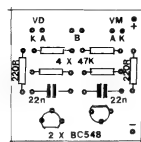

Fig. 4
- FIG. 4 - "CHAPEADO" DA MONTAGEM - Agora vista pela face não cobreada (na figura anterior, o Impresso era visto pelo lado do cobre...), a placa mostra em estilizações claras e precisas, as posições, códigos, valores e demais dados importantes, todos os principais componentes (só não estão lá, a atenção aos transistores, que não podem ser colocados/soldados invertidos, observando que o BC548 da esquerda fica com seu lado "chato"